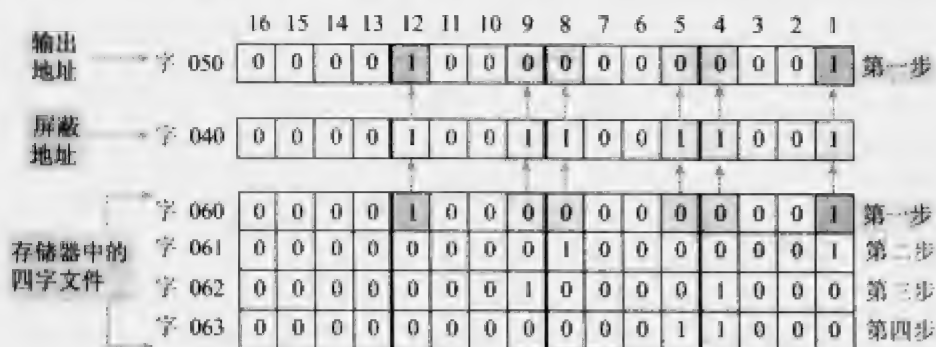

图 12-9 使用一个屏蔽字
为了防止顺序器对输出字的这些位进行控制, 采用了一个屏蔽字 (040), 如图 12-9 所示。屏蔽字有选择性地屏蔽了由顺序器字文件传送到输出字的数据。对于顺序器要进行控制的输出字 050 中的每一位, 与之对应的屏蔽字 040 中的位必须设置为 1。输出字 050 的其他位设置为 0, 这样就能独立于顺序器使用了。